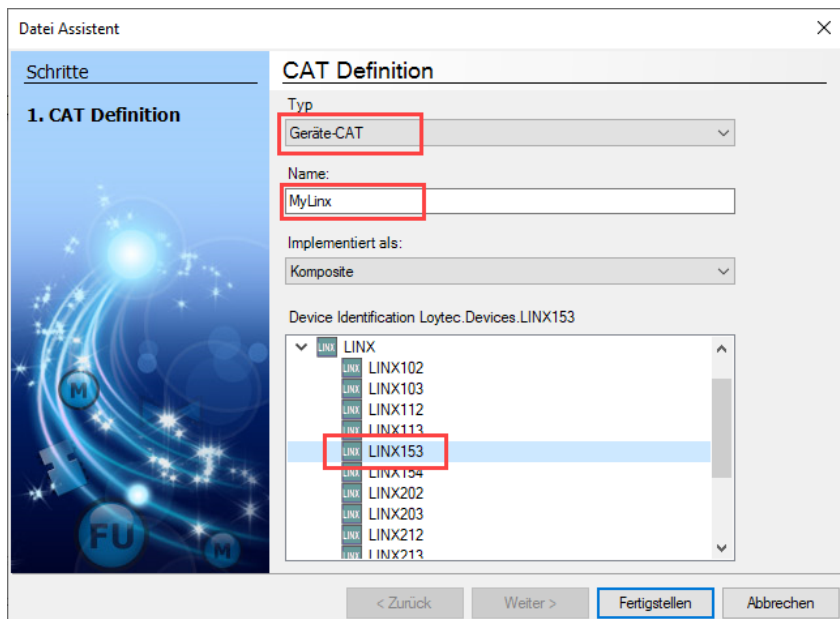

Abbildung 61: Erstellen eines neuen Geräte-CAT.
17. Im nächsten Schritt muss ein Gerätetyp erstellt werden. Wählen Sie in der „KickStart“-Projektmappe **CAT** → **Application** aus. Klicken Sie dann mit der rechten Maustaste und wählen Sie **Neues Objekt**. Wählen Sie **Geräte-CAT**, geben Sie einen Namen ein und wählen Sie das Gerätemodell, z.B. LINX-153, wie in Abbildung 61 dargestellt.